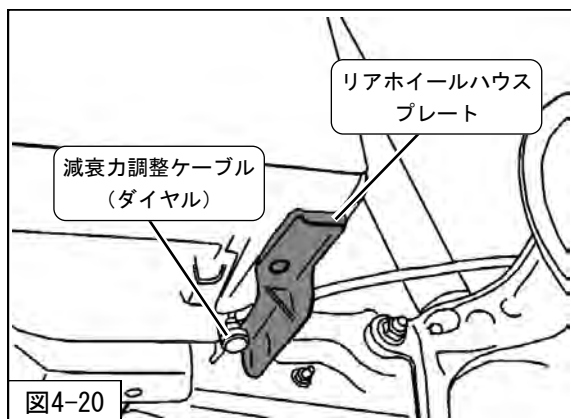

図4-20
25. 減衰力調整ケーブルを車外に通し、リアホイールハウスプレートを取付けてください。(図4-20)